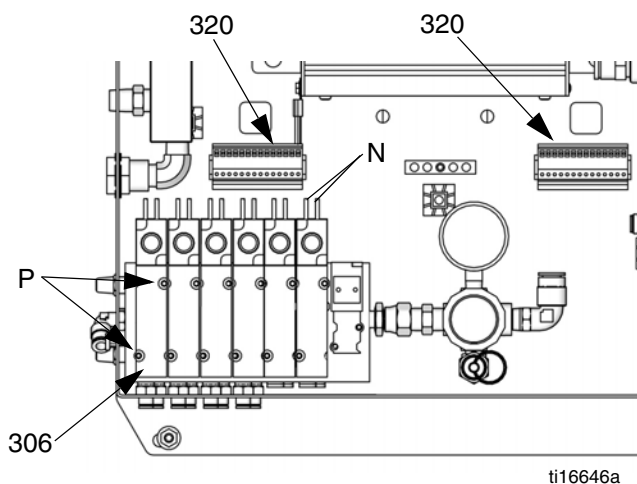

FIG. 3. Remplacement d'un solénoïde
3. Débrancher deux fils du solénoïde (N) du faisceau électrique (320). Voir la FIG. 3.
4. Dévisser les deux vis (P) puis retirer le solénoïde (306).
5. Installer le nouveau solénoïde (306).
6. Brancher les deux fils (N) au faisceau électrique (320). Les fils des solénoïdes sont polarisés (rouge+, noir-). Consulter les schémas électriques du système, aux pages 66-69.